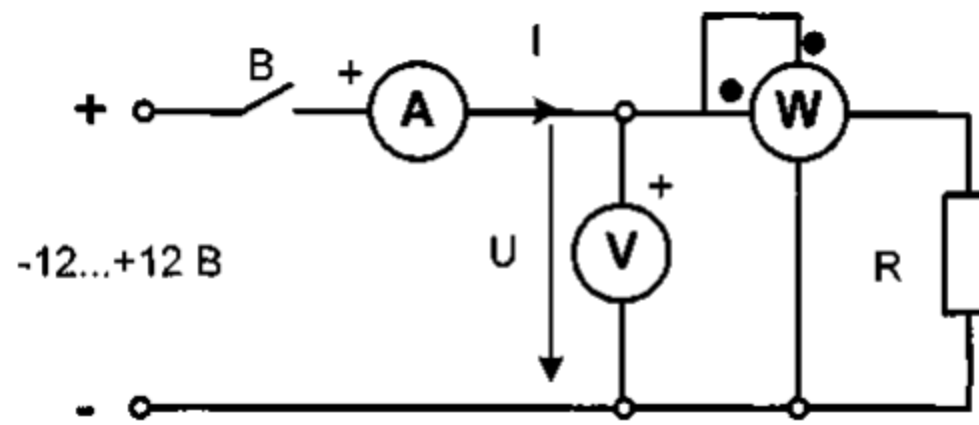
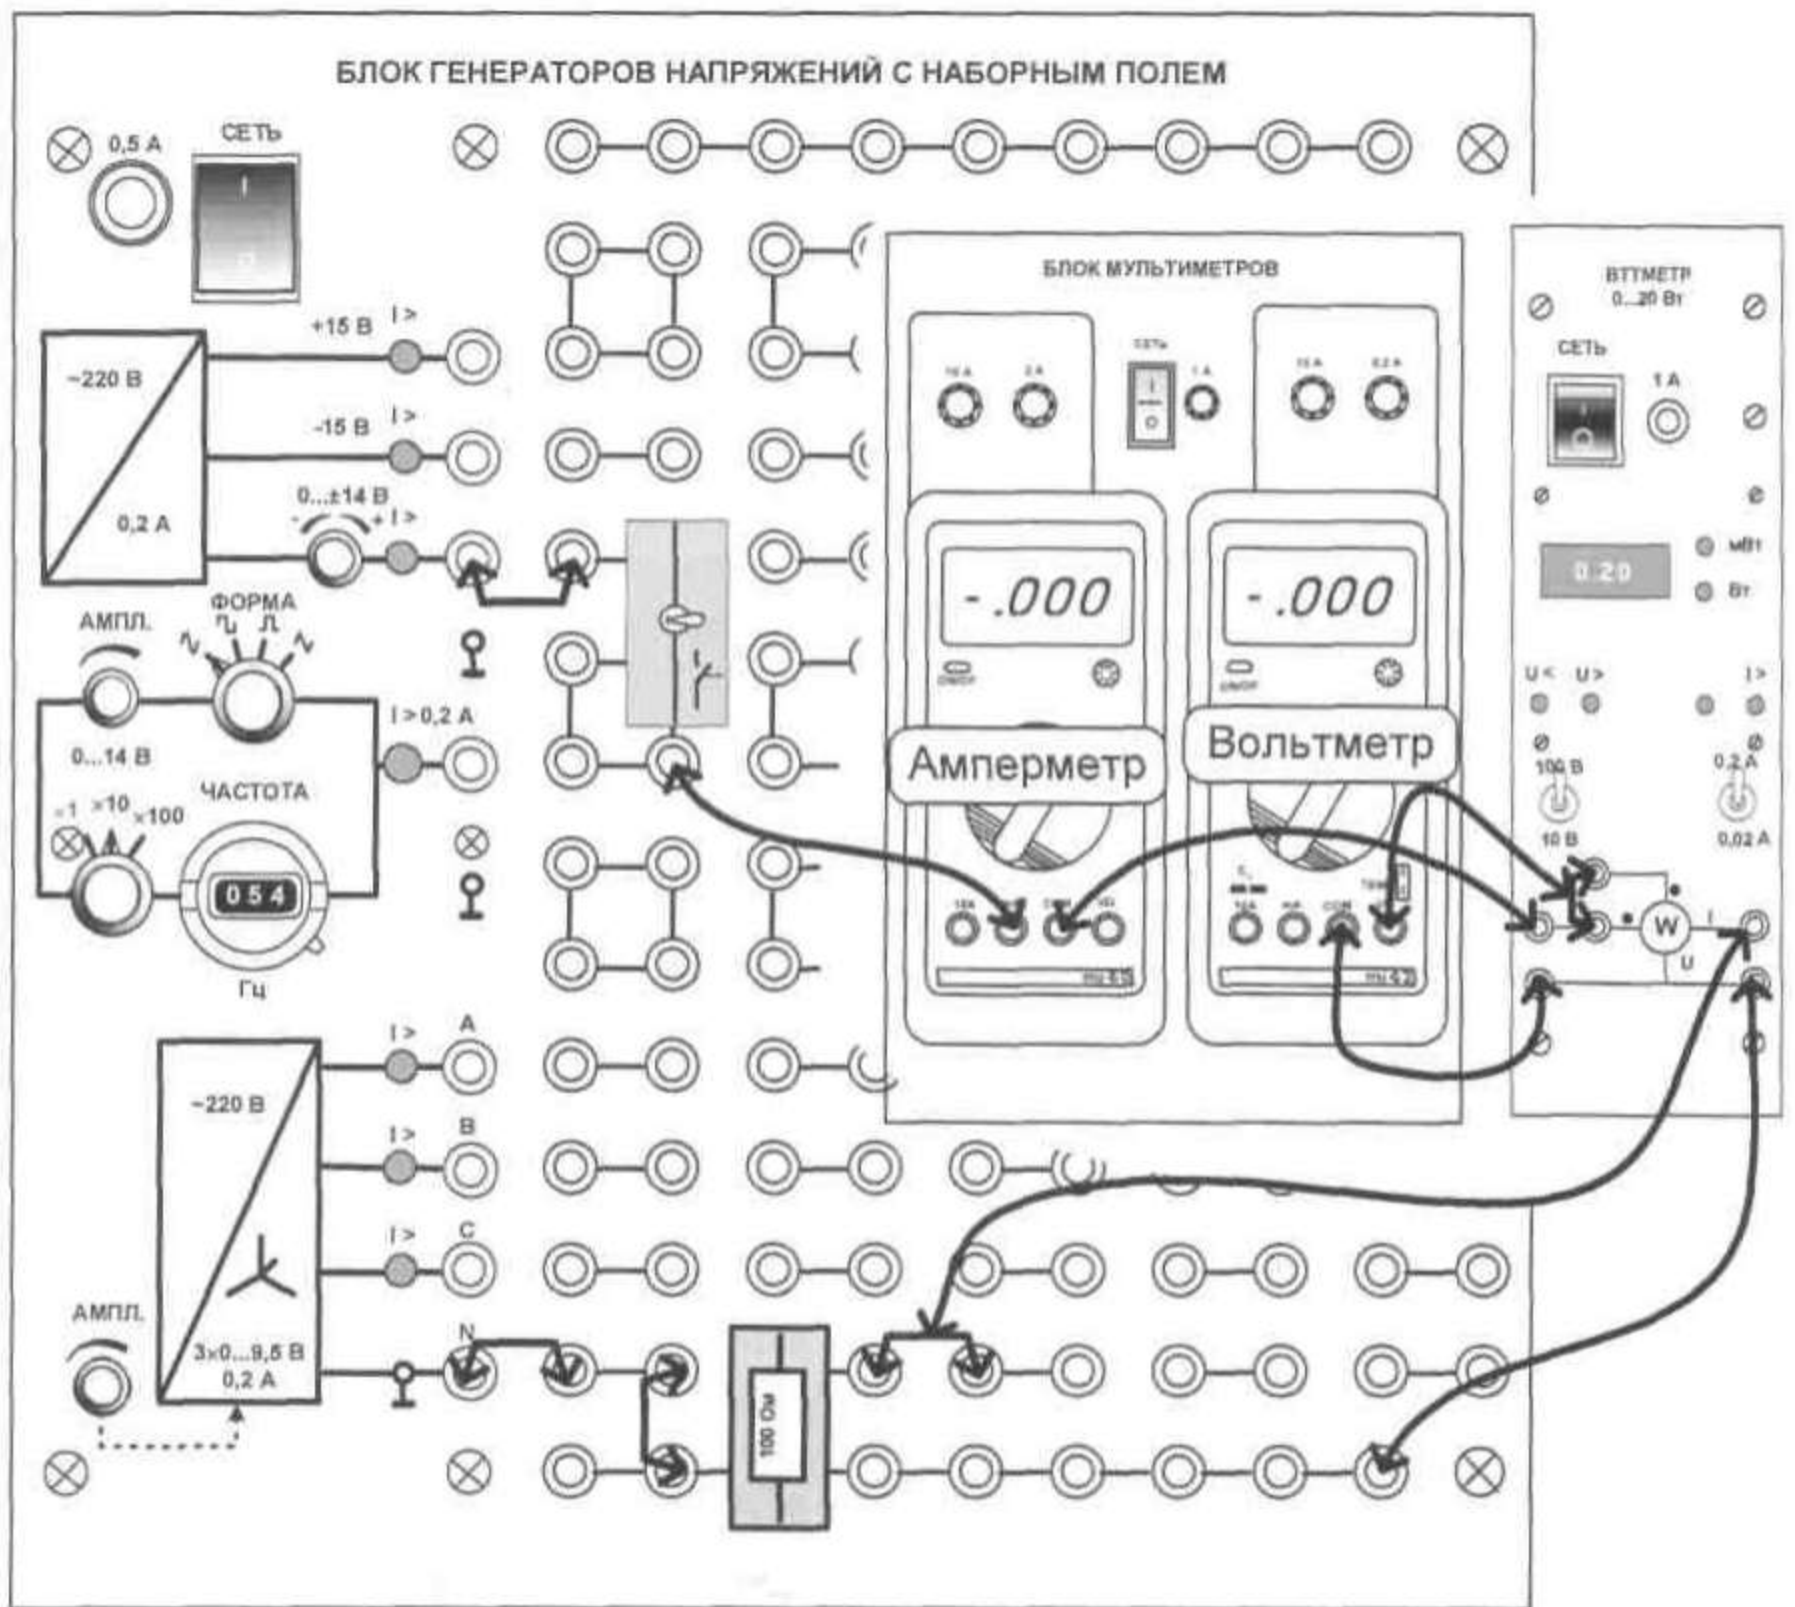

Рис.1
Рис.2.2
Изображение электрической цепи с помощью условных обозначений называют *схемой* электрической цепи (рис. 1). На расчётных схемах (т.е. на схемах, предназначенных для расчёта электрической цепи) показывают стрелками направления токов и напряжений. За направление тока принимают направление движения положительных зарядов, а за направление напряжения - направление от положительного полюса источника к отрицательному. Когда истинные направления неизвестны, на схеме показывают условные (или предполагаемые) положительные направления.
- Соберите цепь в соответствии с принципиальной схемой (рис.1) и монтажной схемой (рис. 2.2), установив в наборную панель сопротивление $R_{ном} = 100\dots 1000$ Ом. Запишите значение сопротивления в табл.1.
Если резисторы или любые другие нагрузки соединены последовательно (рис. 1), по ним проходит один и тот же ток. Величина тока определяется приложенным напряжением U и эквивалентным сопротивлением $R_{\text{экв}}$: